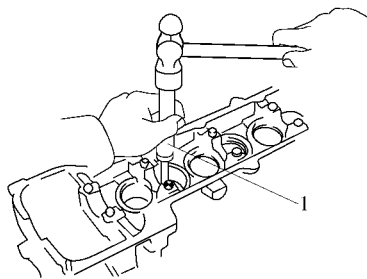

图 1-33 使用特种维修工具和锤子敲出气门导管
1) 将气缸盖加热到 90℃ 左右, 使用特种维修工具和锤子敲出气门导管, 如图 1-33 所示。